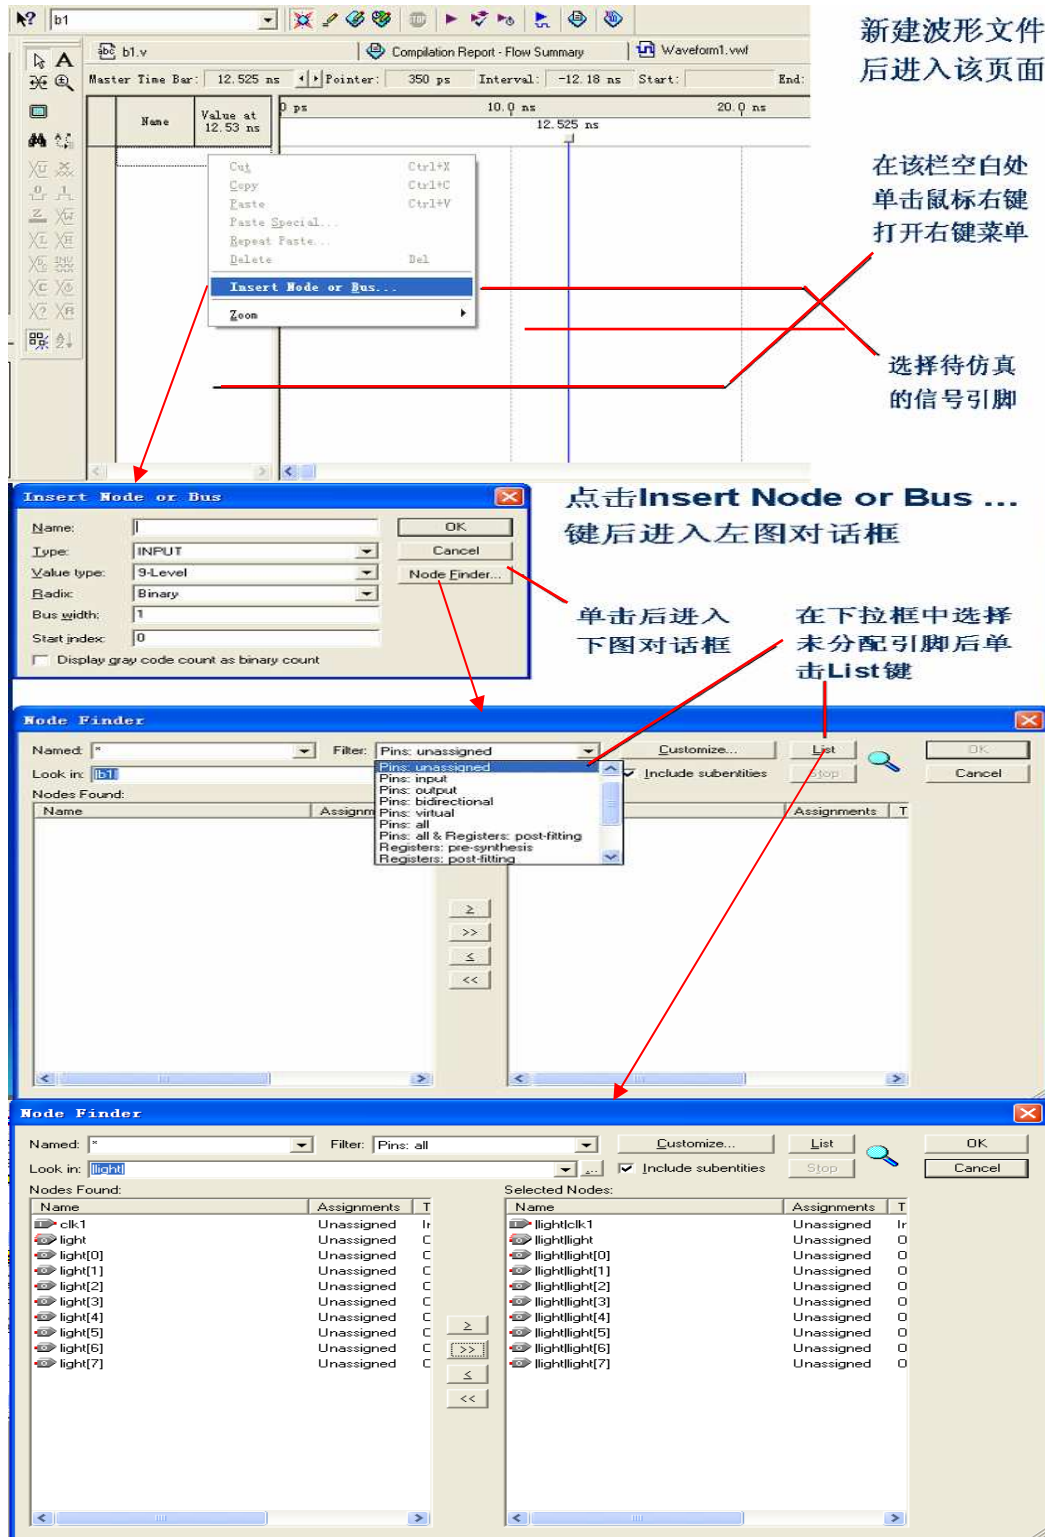

图 15 仿真波形文件引入顶层文件端口操作过程
(2)在波形编辑器中引入信号节点。在“Filter”框中选择“Pins:all”，然后单击“List”按钮，于是在下面的“Nodes Found”窗口中出现了工程 light 中的所有端口引脚名，如果此时没有出现端口引脚名，则可以重新编译一下。用鼠标将我们需要仿真观察的信号拖到波形编辑窗口。把所有的端口引脚名全部拖入，点击“ok”按钮，进入图 17 的界面窗口。操作过程如图 15 所示。